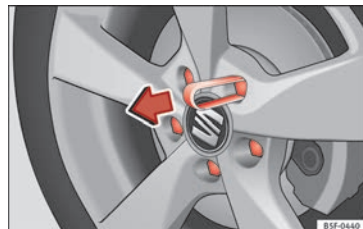

Fig. 71 Rueda: tornillos de la rueda con capuchones.
- Encaje la pinza de plástico (herramienta de a bordo) sobre el capuchón hasta que encastre » **fig. 71**.